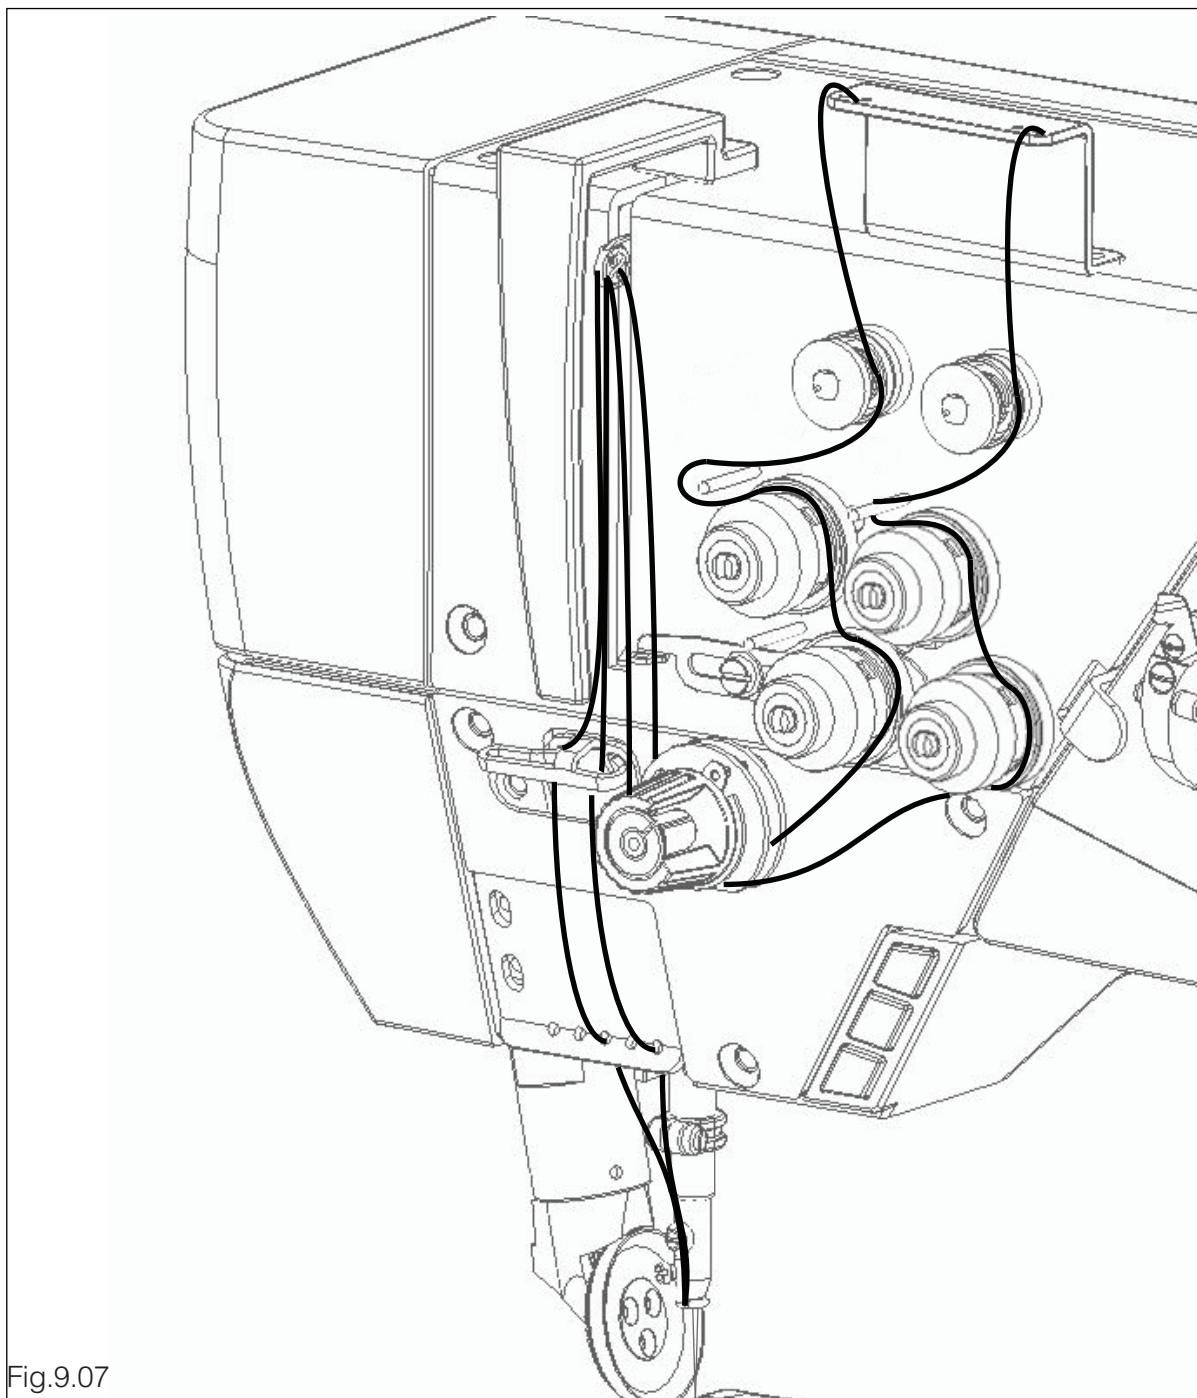

Fig.9.07
- Eseguire l'infilatura dei due fili superiori seguendo lo schema della Fig. 9.07.